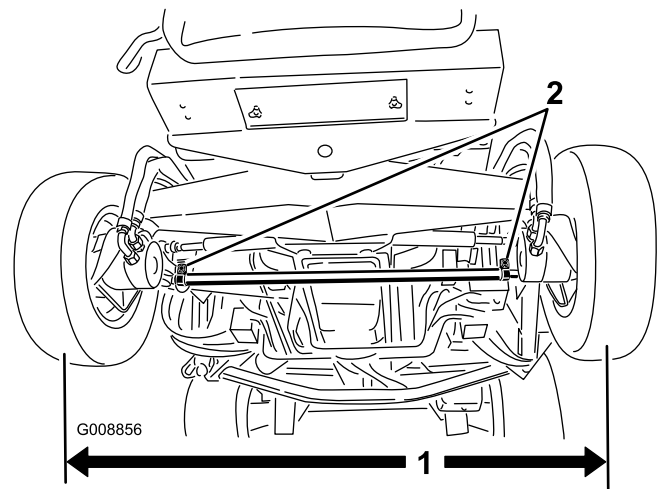

Bild 75
2. Lockern Sie zum Einstellen der Vorspur die Klemmen an beiden Enden der Spurstangen (Bild 75).
1. Messen Sie den Abstand vorne und hinten an den Lenkreifen Mitte-zu-Mitte (auf Achshöhe). Bild 75 Der vordere Wert darf höchstens um 3 mm geringer sein als der hintere.